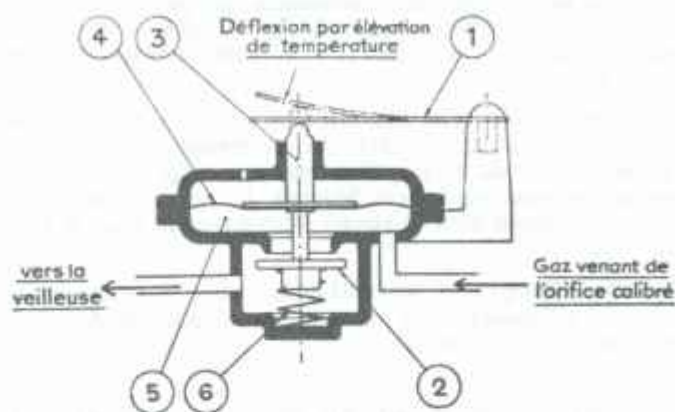

Fig. 3
## 3° Le thermostat d'ambiance type 652 (fig. 3)
Le brûleur restera allumé jusqu'à ce que la température réglée par le thermostat soit atteinte; à ce moment, la déformation de la lame bimétallique (1) du thermostat (fig. 3) entraînera la fermeture du clapet (2) donc du circuit dérivé. La contrepression qui en résultera dans la chambre (19) de la valve (fig. 2) aura pour effet de faire fermer celle-ci.